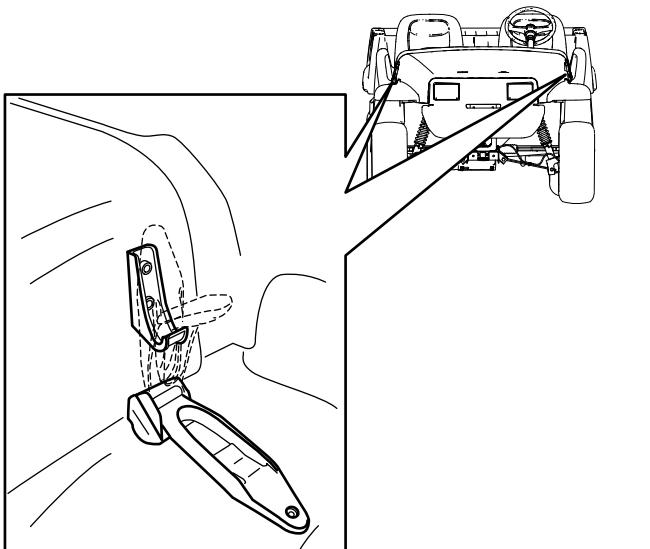

Figura 20
1. Tire hacia arriba de los enganches de goma de cada lado del capó (Figura 20).
2. Sujete el capó alineando los enganches de goma con los anclajes situados en cada lado del capó (Figura 20).